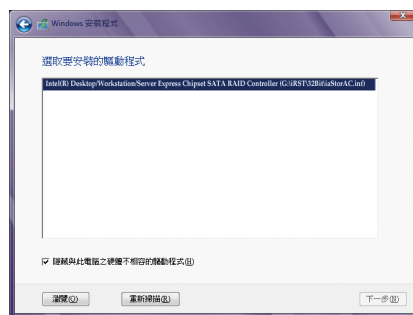

图 1
当出现图 1 的画面后请选择「Intel(R) Desktop/Workstation/Server Express Chipset SATA RAID Controller」驱动程序并按「下一步」载入所需的驱动程序。完成后, 请继续操作系统的安装。